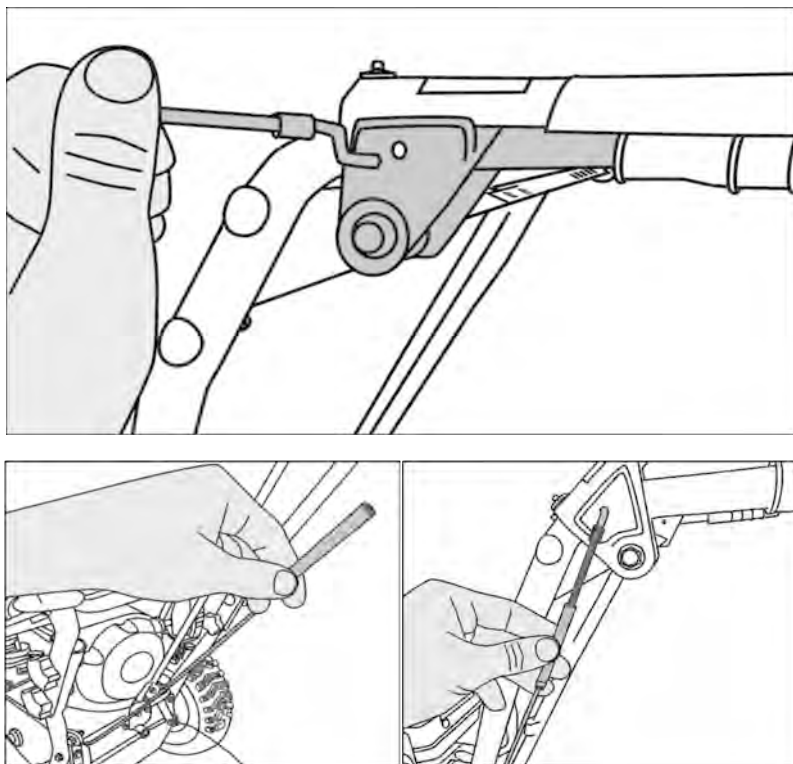

**Рис. 7**
4. Закрепите тросы привода шнека и колес на рычагах привода (рис.7).